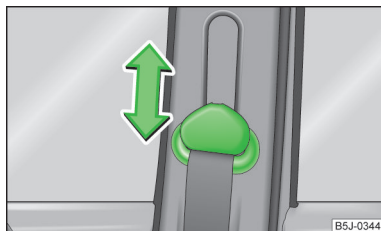

Fig. 111
- ▶ Apăsați armătura de ghidare și împingeți în direcția dorită, înspre în sus, sau înspre în jos » fig. 111.